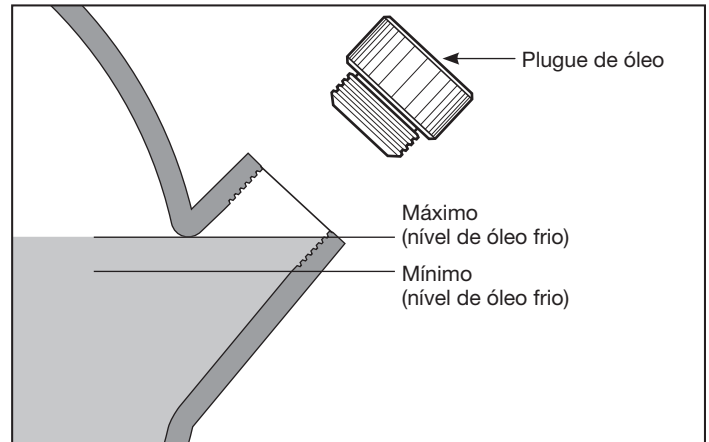

Figura 7 - Nível de óleo
⚠ CUIDADO *ESSA UNIDADE CONTÉM ÓLEO. Antes de operar o compressor, verifique o nível de óleo (consulte a figura 7).*
VERIFICAÇÃO DE NÍVEL DE ÓLEO (Consulte a figura 7)
5. Se necessário, complete o óleo do mesmo tipo e mesma marca até o nível máximo (consulte a figura 7 e a seção de lubrificação).
1. Verifique o nível de óleo (consulte a figura 7).